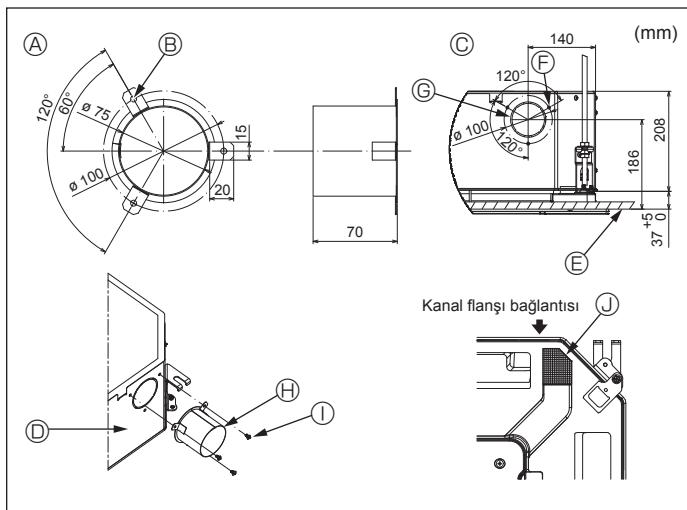

Fig. 2-3
2.3. Kanal montajı (temiz hava giriş durumunda) (Fig. 2-3)